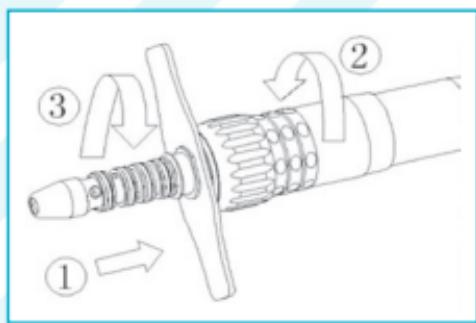

Fig. 6-1
- Atornille el acoplamiento LED en la manguera para turbinas (Fig. 6-1①).